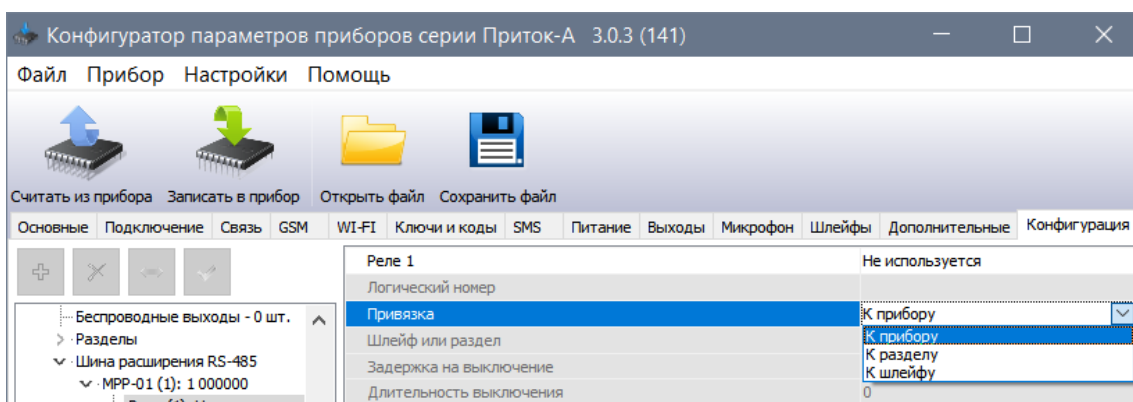

Рисунок 7
Для всех типов режимов работы, кроме «Не используется», «Управление с АРМ» и «Управление с клавиатуры и с АРМ», должен быть указан объект, привязанный к этому реле (см. п. 2.1 рисунок 7). Объектом привязки может быть:
– Поле **«Привязка»** - привязка реле к прибору, разделу или шлейфу (см. рисунок 7).